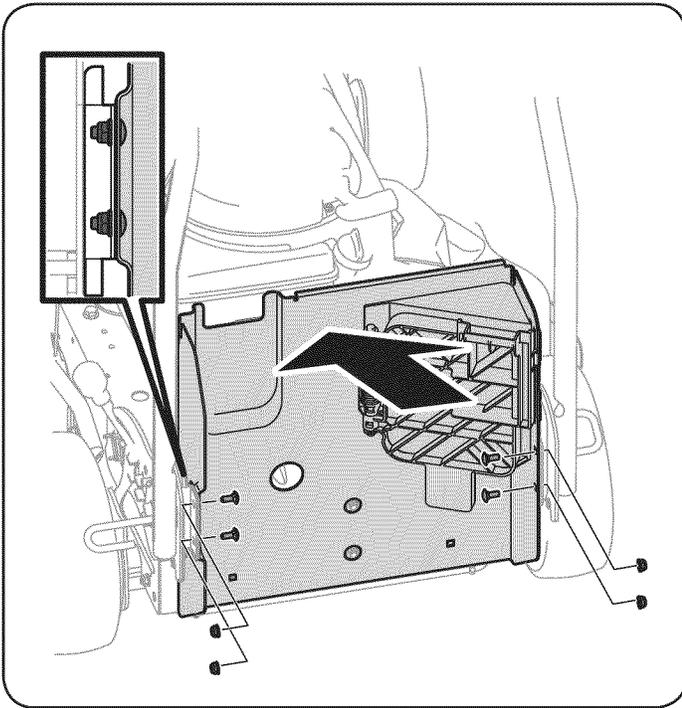

Figura 4
- Coloque dos pernos de carro a través de los orificios del lado izquierdo de la ménsula de soporte trasera y sujételos con dos tuercas de seguridad con brida. Consulte el recuadro de la Figura 4. Repita este proceso para el lado derecho. Vea la Figura 4.